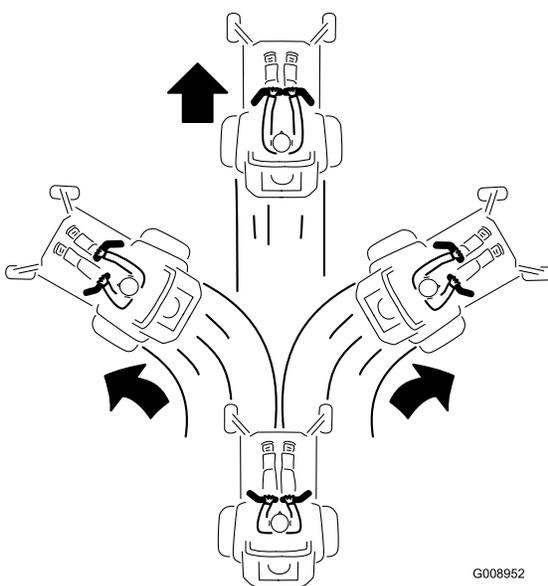

**Figura 16**
2. Per fare marcia avanti spingete lentamente in avanti le leve di controllo del movimento (Figura 16).
Per spostarvi in linea retta applicate una pressione identica su entrambe le leve di controllo del movimento (Figura 16).
Per girare, rilasciate la pressione sulla leva di controllo del movimento verso la direzione in cui volete voltare (Figura 16).